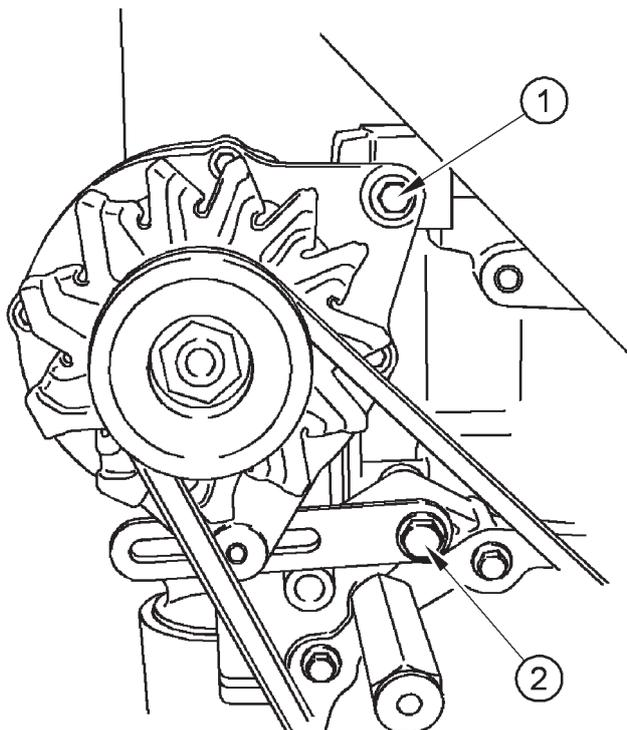

Abbildung 11
1. Lösen Sie die Mutter und die Schraube (Abbildung 11 Nummer 1). Lösen Sie dann die Mutter und die Schraube (Abbildung 11 Nummer 2).